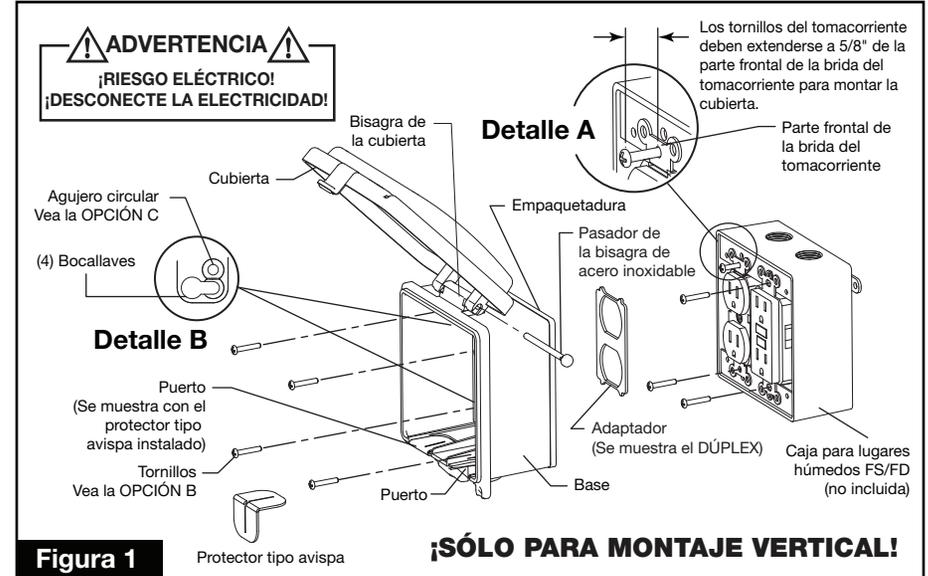

Figura 1
2. **INSTALE PROTECTORES TIPO AVISPA.** Retire el respaldo protector del lado con adhesivo del PROTECTOR TIPO AVISPA de caucho. Posicione y coloque el lado adhesivo en la parte exterior del borde curvado en la abertura del PUERTO. Doble cuidadosamente el PROTECTOR TIPO AVISPA a lo largo de la superficie y asegure hacia el interior del borde curvado en el PUERTO. Haga lo mismo con el segundo PROTECTOR TIPO AVISPA (Figura 1 y 2).
**NOTA:** Coloque la BASE con la BISAGRA DE LA CUBIERTA en la parte superior y los PUERTOS abiertos en la parte inferior. Instale el tomacorriente en la caja insertando sin apretar los tornillos del tomacorriente en la caja. Enrosque los tornillos hasta que las cabezas se extiendan a 5/8" de la parte frontal de las bridas del tomacorriente (Figura 1, Detalle A). Presione los pines del adaptador dentro de los tomacorrientes o interruptores. (Figuras. 3 & 4). Coloque las bocallaves de la BASE sobre el tomacorriente/ o / tornillos del interruptor (Figura 1, Detalle B). Asegúrese de que la junta recubra los bordes de la caja y apriete los tornillos para asegurar la BASE.
Verifique que los receptáculos GFCI están asegurados firmemente a la caja. Inserte (4) tornillos (suministrados) a través de los agujeros CIRCULARES superiores e inferiores (Figura 1, Detalle B) de la BASE en los agujeros roscados del GFCI. Asegúrese de que la junta recubra los bordes de la caja y apriete los tornillos para asegurar la BASE. Vea los pasos 5, 6 y 7.